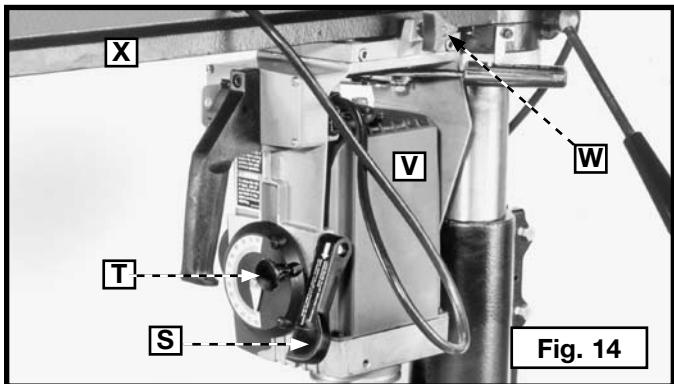

Fig. 14
- Desserrer le levier de fixation de biseau (S) Figure 14, tirer le bouton d'index de biseau (T) et tourner le moteur (V) en position verticale jusqu'à ce que l'index de biseau s'engage. Serrer le levier de fixation de biseau (S).
**REMARQUE :** Si l'arbre du moteur entre en contact avec la planche de banc avant que le moteur ne soit en rotation totale, lever le bras (X) Figure 14 en tournant la poignée d'élévation (C).
- Desserrer le bouton de serrage de la tête de coupe (W) Figure 14. Déplacer la tête de coupe à l'avant du bras (X). Serrer le bouton de serrage de la tête de coupe (W).